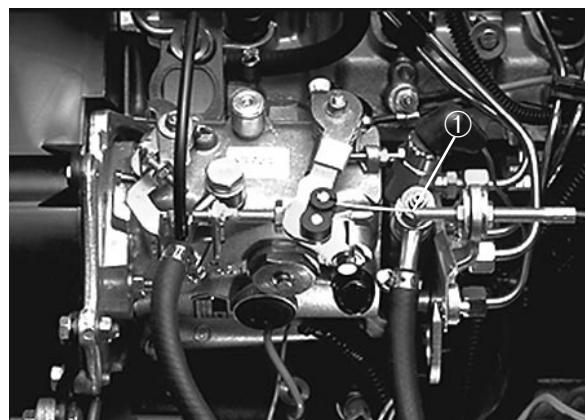

Fig. 16
**N.B.** È talvolta necessario spurgare l'aria dall'impianto di alimentazione tra il filtro carburante-separatore d'acqua e la pompa di iniezione; in questo caso allentare il raccordo sulla pompa di iniezione (Fig. 16) e ripetere la procedura di spurgo.